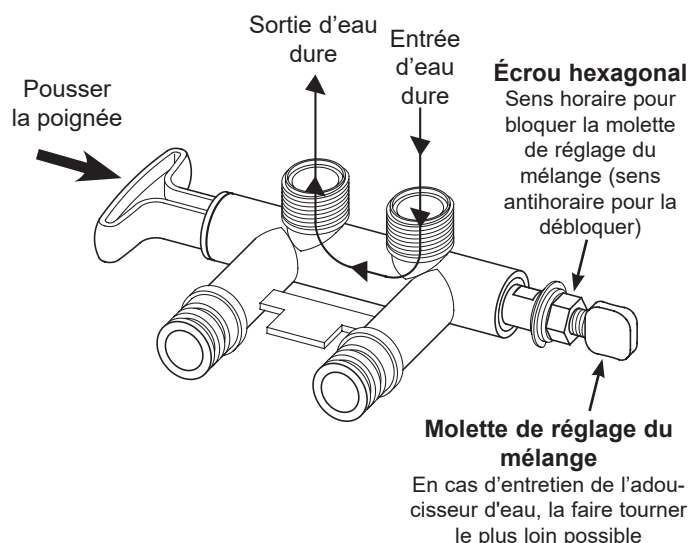

FIG. 48
Le by-pass avec vis de cépage intégrée fonctionne comme une vanne de dérivation du type pousser-tirer, mais il est également capable d'effectuer un réglage fin de la dureté de l'eau adoucie. Si vous souhaitez que l'eau adoucie soit légèrement plus dure qu'elle ne l'est normalement à la sortie de l'appareil, ce by-pass avec vis de cépage intégrée peut dériver un peu d'eau dure avant qu'elle n'entre dans l'appareil et la mélanger à l'eau adoucie qui en sort. La quantité d'eau dérivée est réglée par une molette de réglage du mélange située à l'extrémité de la tige du by-pass (voir la figure 48).
1. Lorsque le by-pass est en position de service (fonctionnement normal de l'adoucisseur d'eau), la poignée tirée à fond (voir la figure 48), **augmente la dureté** de l'eau traitée en faisant tourner la molette de réglage du mélange **en sens antihoraire** - maximum 6 tours à partir de la position complètement fermée. Tout en réglant la molette, tenez bien la poignée du by-pass pour éviter que la tige ne tourne.